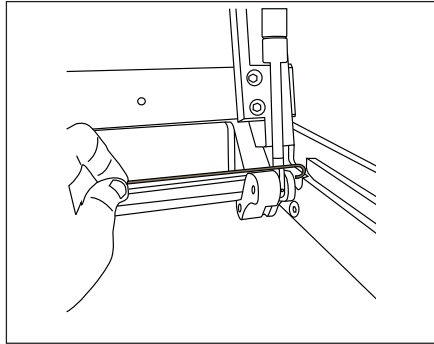

Abb.22
- Die Zapfen entfernen und den Kolben ersetzen (um die Zapfen zu entfernen, ein hackenartiges Werkzeug benutzen) (Abb. 22);
- Den Zapfen entfernen und den Kolben ersetzen (um den Zapfen zu entfernen, ein hackenartiges Werkzeug benutzen) (Beispiel Abb. 22)